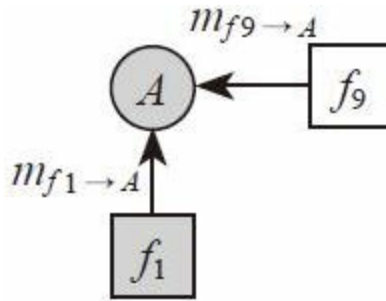

图9-20 最后一步
③继续传播，直到所有的消息最终传到 $A$ （见图9-20）：